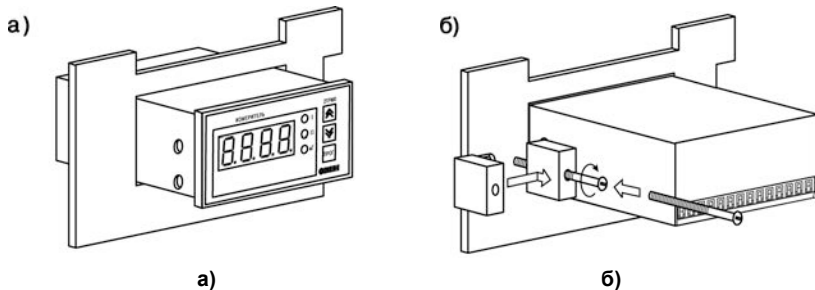

Рисунок 5.2 – Монтаж прибора щитового крепления
- 3) Вставить прибор в специально подготовленное отверстие на лицевой панели щита (см. Приложение А и рисунок 5.2, а).
- 4) Вставить фиксаторы из комплекта поставки в отверстия на боковых стенках прибора (рисунок 5.2, б).